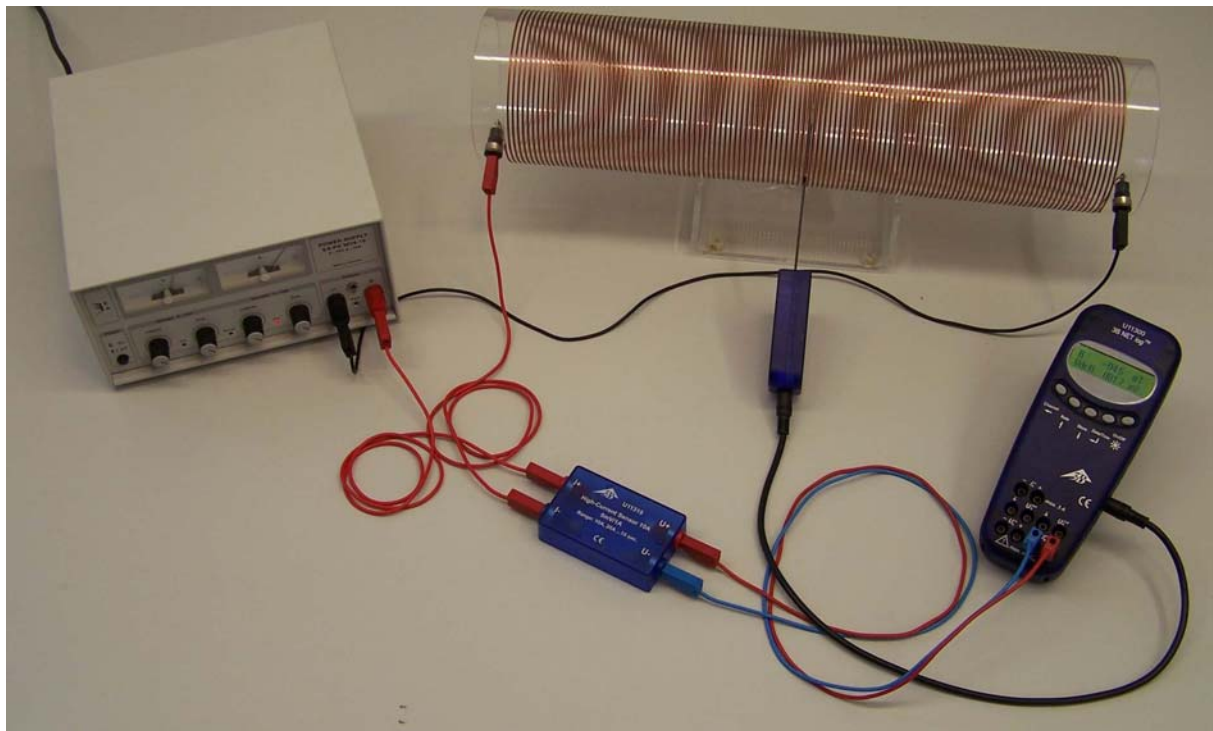

Fig. 1 Misurazione del campo magnetico di una bobina percorsa da corrente
- Struttura di prova come da fig. 1.